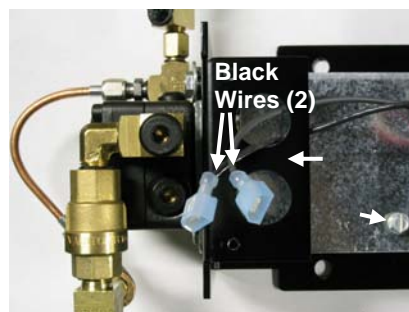

Рис. 66
4. Соедините кабель с кронштейном топливного насоса. (Рис. 66)
5. Подсоедините провод оранжевого цвета к одному из проводов двигателя насоса черного цвета, затем подсоедините провод белого цвета к оставшемуся проводу двигателя насоса черного цвета. (Рис. 66)